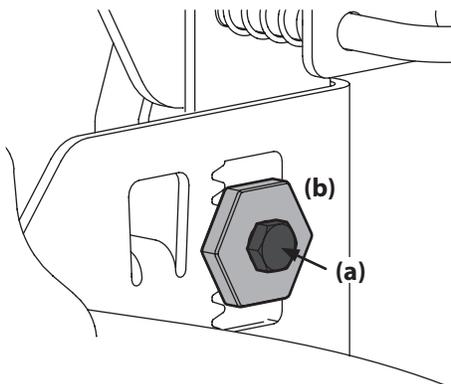

Figura 4-5
3. Afloje, pero NO extraiga, el perno de cabeza hexagonal (a) ubicado en el gancho trasero izquierdo de la plataforma. Consulte Figura 4-5.
4. Con una llave, levante o baje el lado izquierdo de la plataforma girando el engranaje de ajuste (b). Consulte Figura 4-5.